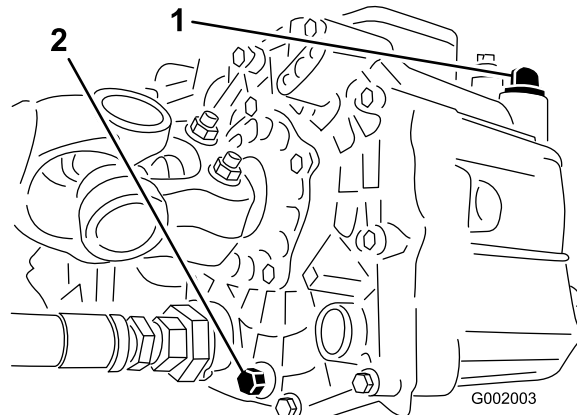

図 69
3. 油圧オイル・タンクの側面にあるドレン・バルブをゆるめ、流れ出すオイルを容器に受ける(図 69)。